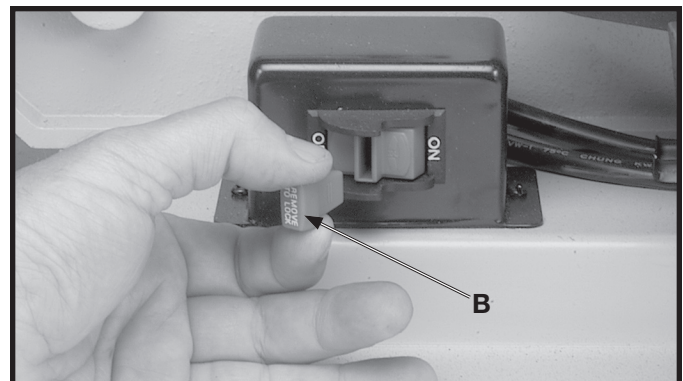

Fig. 22
IMPORTANT : lorsque l'appareil est inutilisé, l'interrupteur doit être verrouillé en position d'arrêt pour empêcher toute utilisation non autorisée. Pour ce faire, saisir la bascule de l'interrupteur (B) et la retirer de l'interrupteur (fig. 22). Une fois la bascule de l'interrupteur (a) retirée, l'interrupteur ne fonctionnera pas. Cependant, si la bascule de l'interrupteur est retirée tandis que la ponceuse est en marche, il sera possible d'éteindre l'appareil et non de le redémarrer sans réinsérer la bascule de l'interrupteur (B).